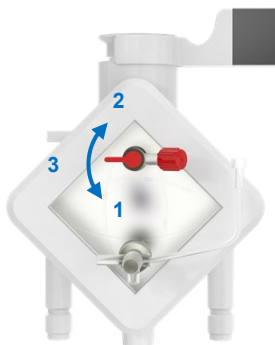

Figura 23 Válvula de desaireación del oxigenador
- Gire la válvula roja del oxigenador hacia abajo, hasta la posición del prefiltro, (véase la Figura 23, Posición 1; filtro prearterial).
- Gire la válvula roja del oxigenador hacia arriba, hasta la posición de posfiltro, (véase la Figura 23, Posición 2; filtro posarterial).
- Gire la válvula roja del oxigenador hasta la posición del prefiltro (véase la Figura 23, Posición 1; filtro prearterial).
- Gire la válvula roja del oxigenador hasta la posición del posfiltro (véase la Figura 23, Posición 2; filtro posarterial).